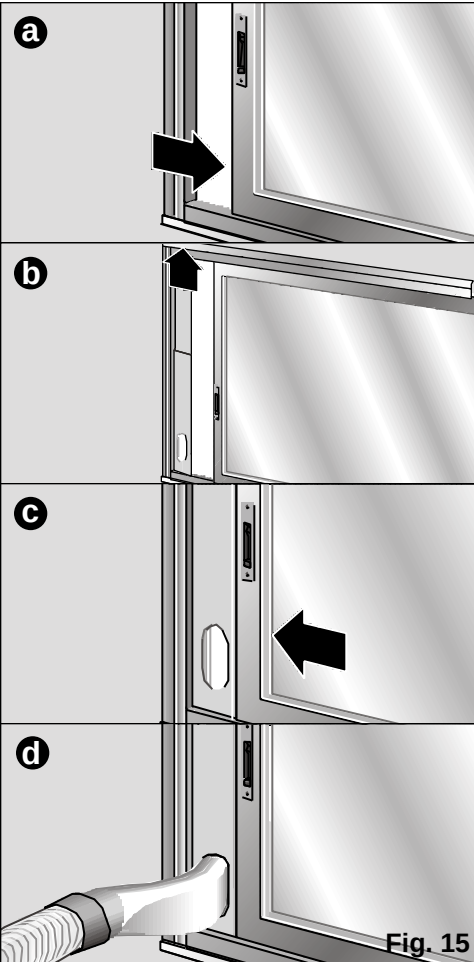

Fig. 15
- U kunt hiervoor ook het installatie onderdeel gleuf raam / balkon gebruiken. (Zie "Beschrijving van de onderdelen") **Fig. 15 : a, b, c, d.** Dit is zowel op horizontale als op verticale ramen en op balkons te gebruiken.